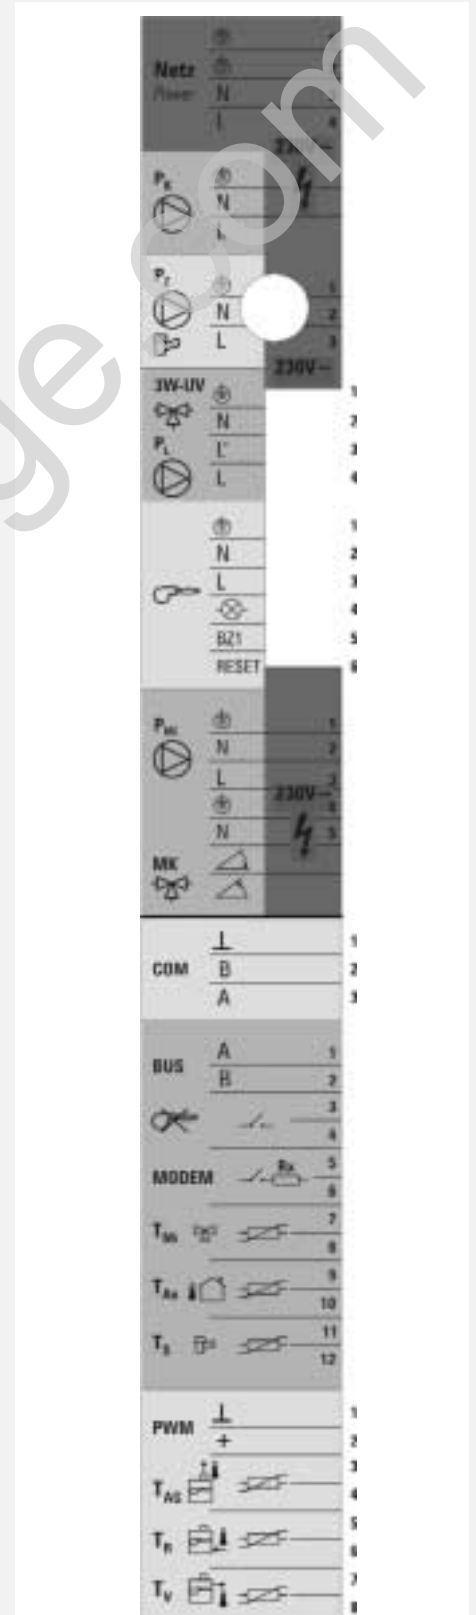

Fig. 7.5 : Schéma de connexions dans les tableaux de commande
- g) Installer à nouveau la régulation THETA 23R et fixer les fixations rapides (Fig. 7.5).